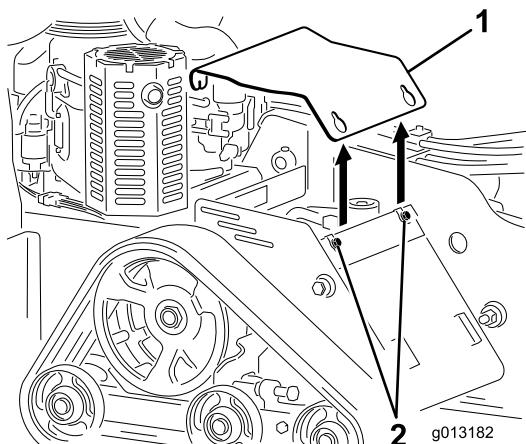

Figura 26
3. Desaperte os 3 parafusos que fixam a placa de cobertura à estrutura sequencialmente, até a cobertura ficar livre (Figura 26).
2. Faça deslizar a placa de cobertura para o lugar e fixe-a com os 3 parafusos que desapertou anteriormente (Figura 26).